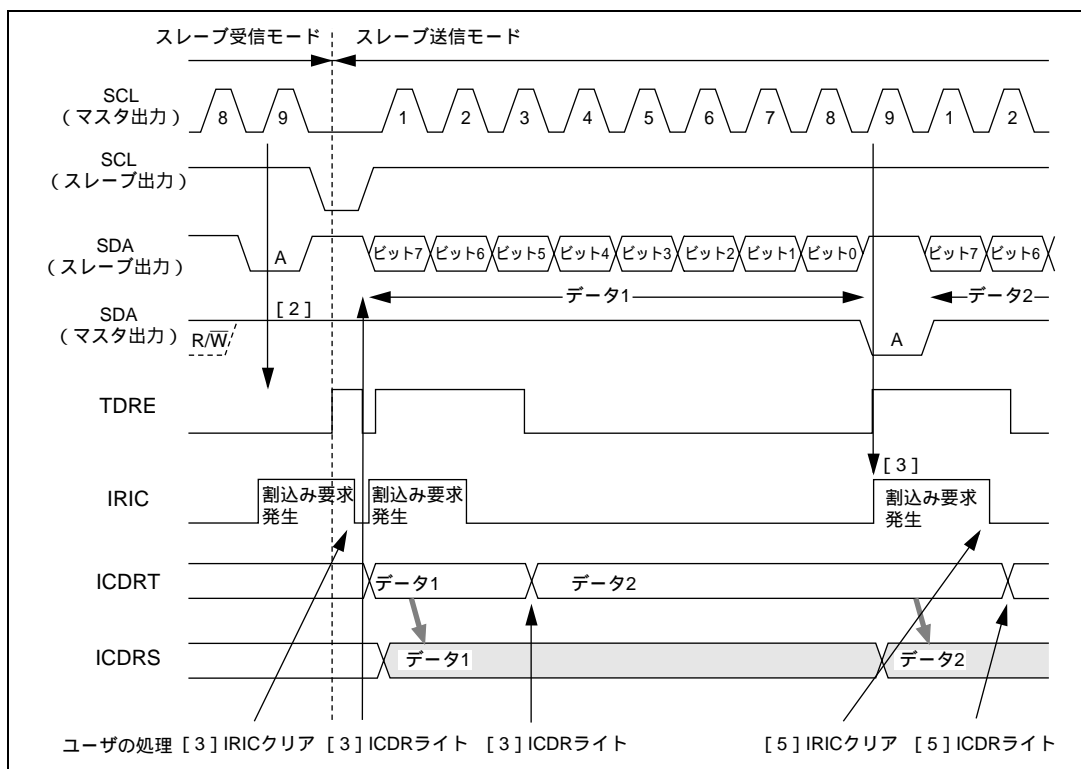

図 25.11 スレーブ送信モード動作タイミング例 (MLS=0 のとき)
- [3] IRICフラグを0にクリア後、ICDRにデータをライトします。このときTDRE内部フラグは0にクリアされます。ライトされたデータはICDRSに転送され、TDRE内部フラグおよびIRIC、IRTRフラグが再び1にセットされます。IRICフラグを0にクリア後、ICDRに次のデータをライトします。スレーブデバイスは図25.11で示すタイミングでマスタデバイスが出力するクロックにしたがい、ICDRにライトされたデータを順次送出します。